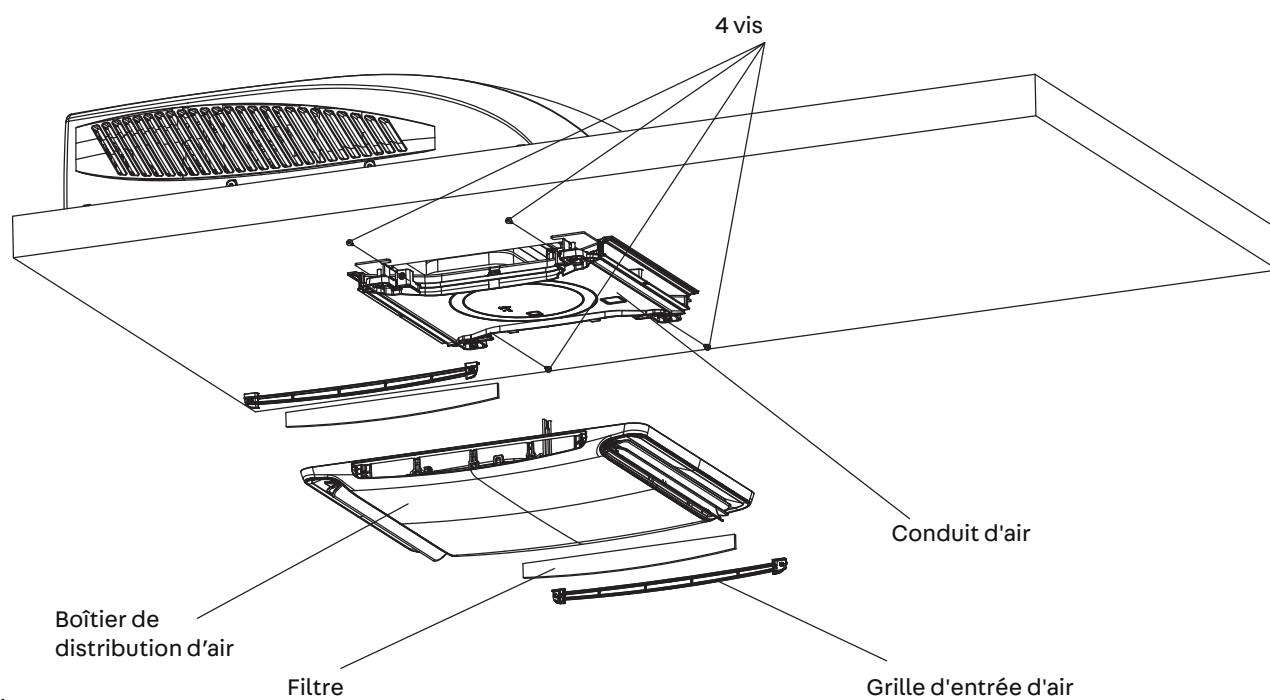

Figure 9
2. Fixez la grille de plafond au conduit d'air de l'assemblage de plafond à l'aide de 4 vis (voir Figure 9).